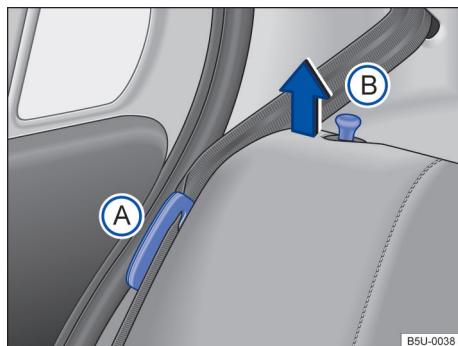
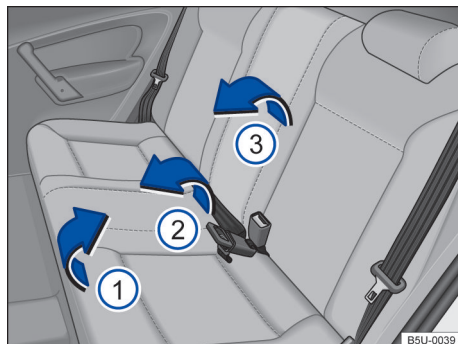

Fig. 58 Banco traseiro: posicionador do cinto de segurança (A) e pino de destravamento do encosto (B).
Fig. 59 Banco traseiro: rebater o banco traseiro.
As figuras → Fig. 58 e → Fig. 59 ilustram, como exemplo, o procedimento para rebater o banco traseiro.
- Encaixar os cadarços dos cintos nos respectivos alojamentos no revestimento lateral → Fig. 58 (A).
- Puxar o assento pela parte da frente → Fig. 59 (1) no sentido da seta, para cima.
- Levantar a parte traseira do assento → Fig. 59 (2) e deslocar totalmente para a frente, de maneira que o assento fique o mais próximo possível do assoalho e do encosto do banco dianteiro.
- Puxar os pinos de destravamento → Fig. 58 (B) e, ao mesmo tempo, rebater parcialmente o encosto do banco → Fig. 59 (3) e remover os apoios para cabeça → Página 72. Abaixar totalmente o encosto do banco traseiro.
- Encaixar os cadarços dos cintos de segurança nos respectivos posicionadores → Fig. 58 (A).
- Levantar os pinos → Fig. 58 (B) e, ao mesmo tempo, rebater parcialmente o encosto do banco traseiro → Fig. 59 (3).